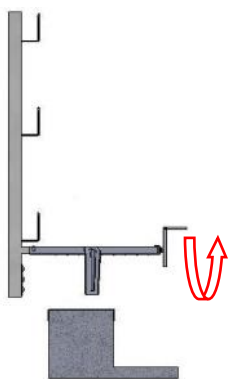
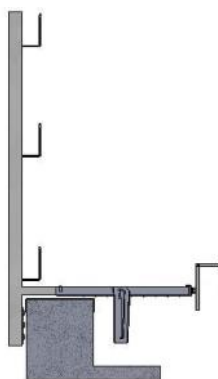

fig. 5
fig. 6
- Svitare la manovella aprendo la morsa per almeno 510 mm (vedi fig. 5 a pag 9);
- Sistemare la ganaschia in modo da garantire un'apertura della morsa di qualche cm maggiore rispetto allo spessore del muretto cui serrare il singolo montante (vedi fig. 6 a pag 9);
- Utilizzando una piattaforma di lavoro in sicurezza, posizionare il montante sul cordolo in calcestruzzo armato (vedi fig. 5 pag. 9) in modo che la parte verticale aderisca all'esterno (vedi fig. 6 pag. 9), poi chiudere la morsa avvitando la manovella in senso orario (vedi fig. 7 a pag. 9), fino ad assicurare il massimo serraggio (coppia di serraggio applicata nelle prove per certificazione: 40 Nxm);